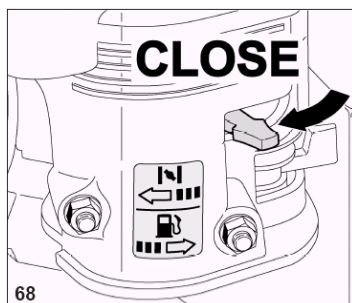

Рис.13
5. Перевести рычаг подачи воздуха в положение "CLOSE" (по часовой стрелки) (рис.13).